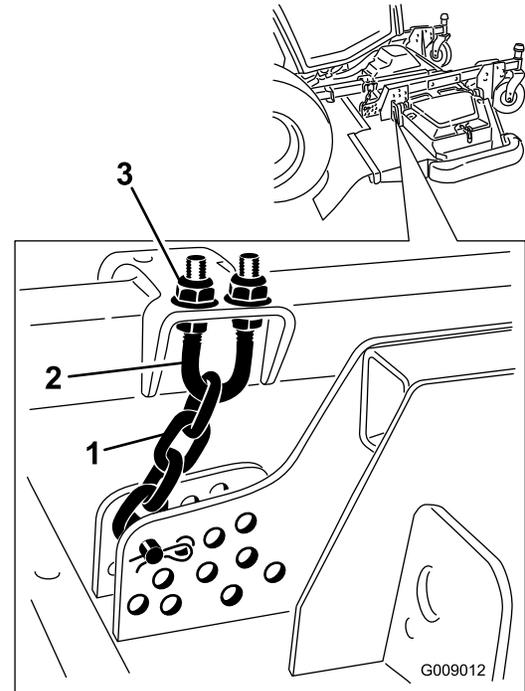

Bild 137
- Lockern Sie die Klemmmuttern an der Ober- oder Unterseite des U-Bügels an der Schnitthöhenkette (Bild 137).